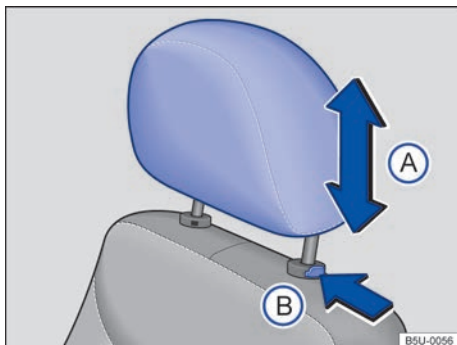

Fig. 65 Ajustar o apoio para cabeça dianteiro.
- Empurrar o apoio para cabeça para cima ou para baixo na direção da seta → Fig. 65 (A) → ⚠ em *Introdução ao tema* na página 77.